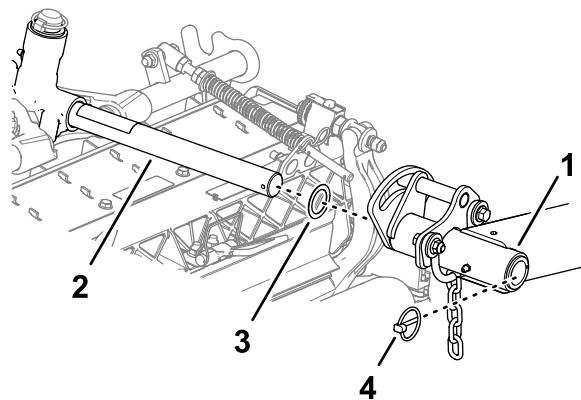

Figura 30
3. Glisați o unitate de tăiere sub braul de ridicare (Figura 30).